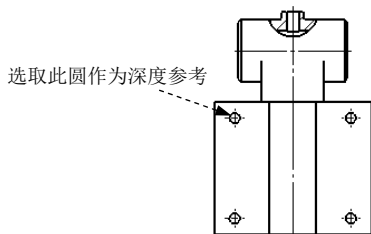

图 6.13.13 定义深度参考
Step3. 选择深度参考。选取图 6.13.13 所示的圆作为深度参考。
Step4. 选中“断开的剖视图”对话框中的 ☒ 预览(P) 复选框，预览生成的视图。